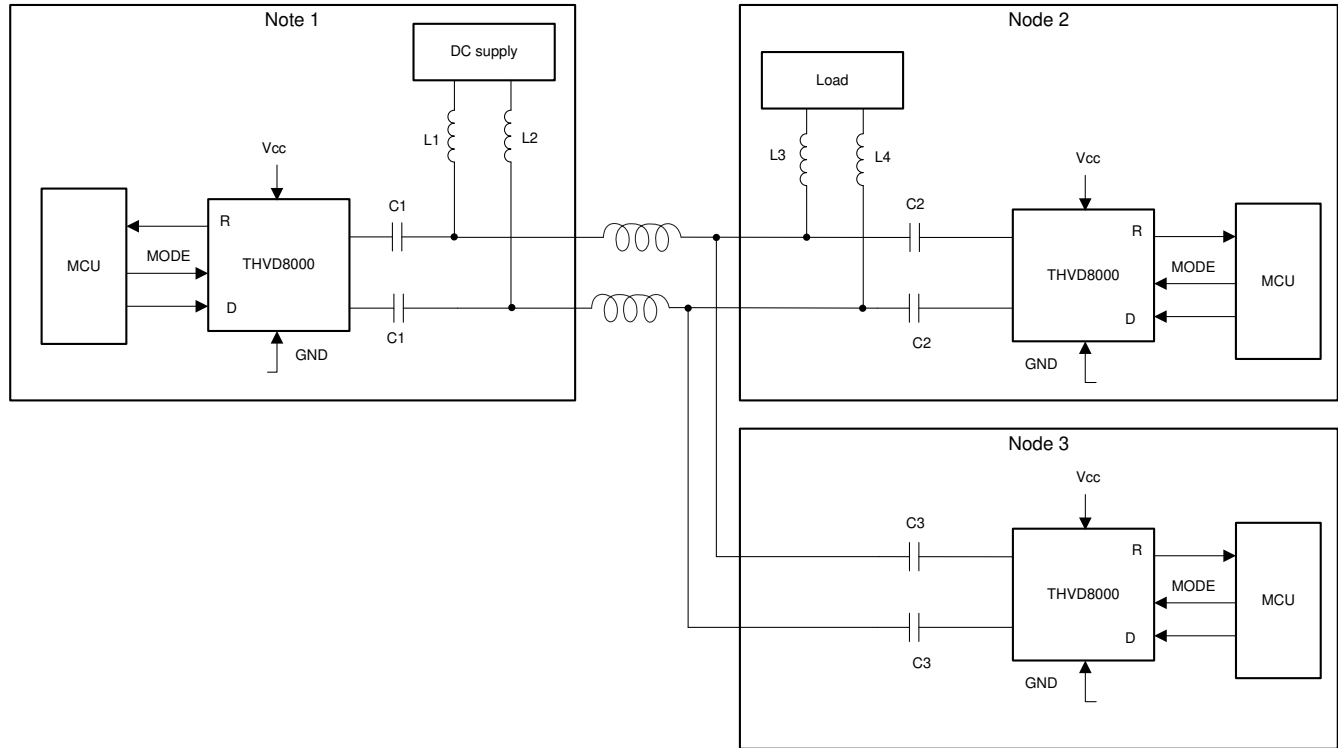

图 8-1. THVD8000 多节点设置
如前所述，与 RS-485 收发器相比，THVD8000 具有类似的驱动强度和类似的接收器灵敏度。为了评估总线上的信号衰减，请计入因多个节点的端接、去耦电感和输入阻抗而导致的所有电缆损耗和总线上负载。关于电缆损耗和电感器负载，之前已在本应用报告中讨论过。THVD8000 接收器的输入阻抗约为 RS-485 标准中所测量单位负载 (UL) 的 1/8。连接到总线的所有其他外部元件 (如 TVS 二极管) 可能会对多个节点和高载波频率产生影响。在所有节点中，并非所有节点都必须同时提供数据和电力。一些节点可以自供电，只包含传输数据，如图 8-1 中的节点 3 所示。